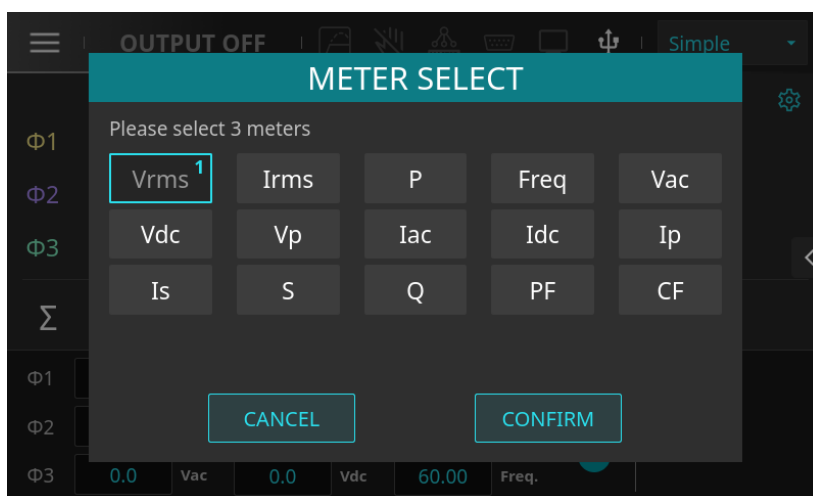

图 4-11 取消量测参数 "Irms"、"P" 页面
2. 点选欲更换的参数 "Irms"、"P"，如图 4-11 所示。
4. 按下 "CONFIRM" 键，回到主画面，量测参数已更新，如图 4-11 所示。